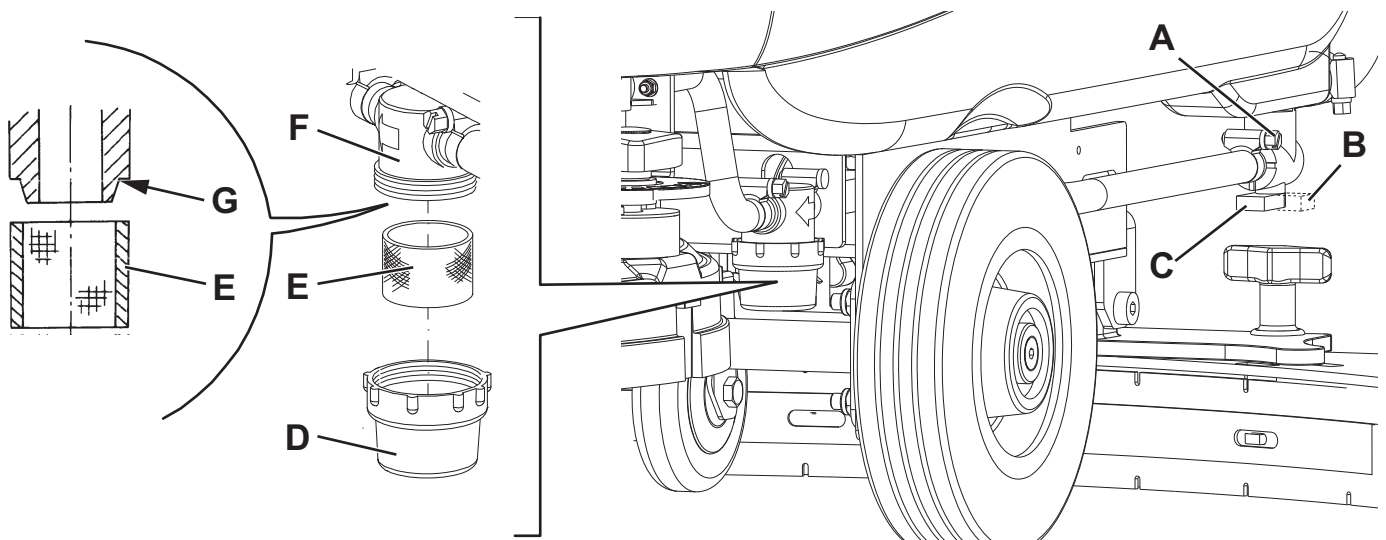

Figure 5
2. Débrancher le câble d'alimentation (3) du réseau électrique.
3. Fermer le robinet (A, Fig. 5) de la solution situé dessous la machine, derrière la roue arrière droite. Le robinet (A) est fermé quand il se trouve dans la position (B) par rapport aux tuyaux ; il est ouvert quand il se trouve dans la position (C).
4. Enlever le couvercle transparent (D), puis déposer le filet filtrant (E). Les nettoyer et les reposer dans le support (F).